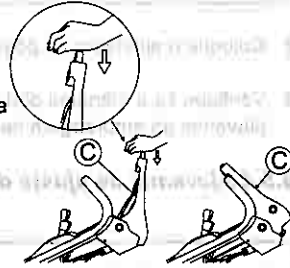

Fig. 17.
3 Empurre a alavanca da lâmina (C) para ante pressionando o botão amarelo. (Veja a fig. 17.) Em seguida, a lâmina começará a girar.